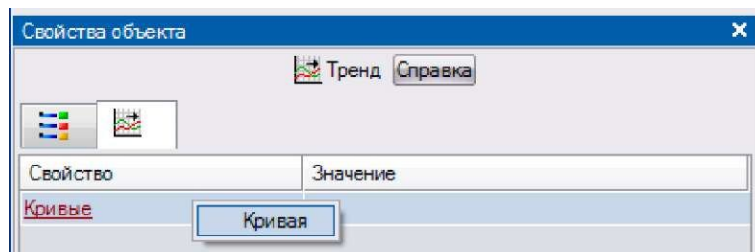

Рис. 1.10 Створення кривої
**8. Налаштування тренду.** Виділіть створений тренд. Відкриється вікно властивостей тренду. Спочатку буде відкрита закладка основні властивості. У полі заголовка введіть текст, який ви хочете вивести в якості заголовка. Перейдіть на закладку криві. Виділіть рядок криві і викличте контекстне меню. У контекстному меню, що з'явилося, виберіть крива(Рис. 1.10).